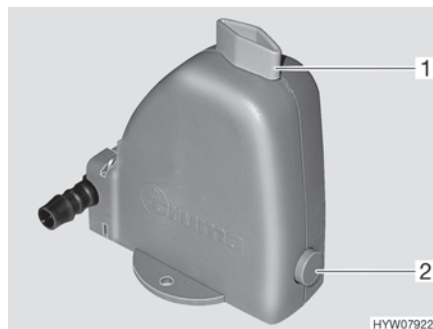

Fig. 96 Valvola di sicurezza/di scarico
Il riscaldamento è dotato di una valvola di sicurezza/di scarico (Fig. 96). La valvola di sicurezza/di scarico impedisce che l'acqua per la preparazione dell'acqua calda congeli in presenza di basse temperature esterne, quando il riscaldamento non è acceso.
- Chiudere la valvola di sicurezza/di scarico. A tal fine ruotare la manopola (Fig. 96,1) verticalmente rispetto alla valvola di sicurezza/di scarico e premere verso l'interno il bottone automatico (Fig. 96,2).
- Aprire la valvola di sicurezza/di scarico. A tal fine ruotare la manopola (Fig. 96,1) nel senso della lunghezza della valvola di sicurezza/di scarico. Il bottone automatico (Fig. 96,2) scatta all'infuori. Il serbatoio dell'acqua sanitaria viene svuotato verso l'esterno tramite la valvola di sicurezza/di scarico.